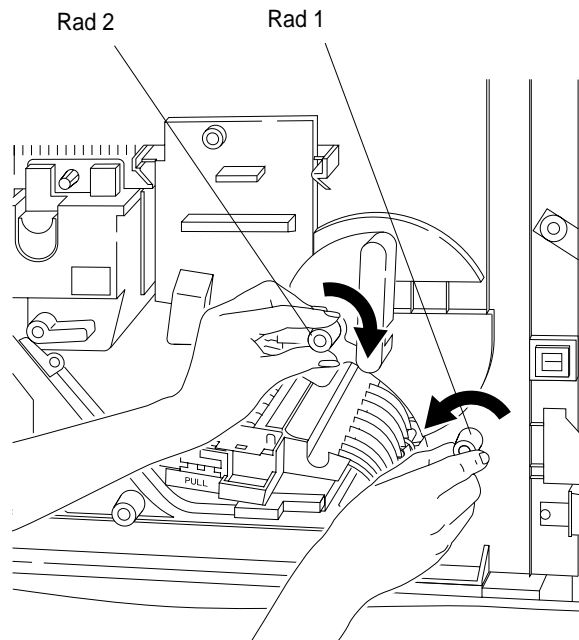

Abbildung 3-41 Drehen der Räder 1 und 2
8. Drehen Sie das Rad 1 gegen den Uhrzeigersinn und Rad 2 im Uhrzeigersinn, um das Papier so zu positionieren, daß Sie es herausnehmen können (siehe Abbildung 3-41).